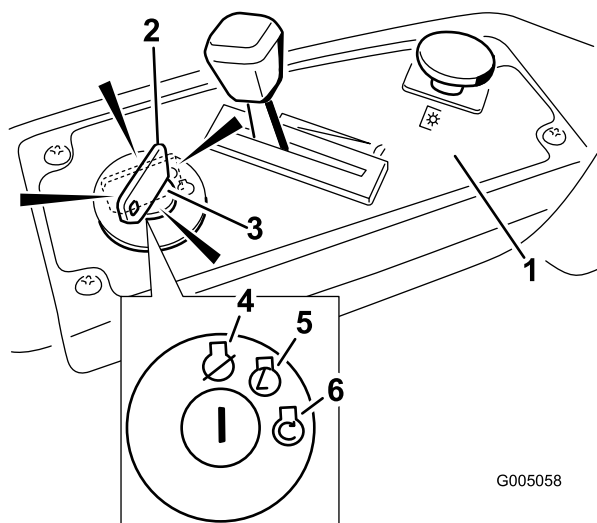

Figure 12
4. Tournez la clé de contact en position de Démarrage pour activer le démarreur. Relâchez la clé quand le moteur démarre (Figure 12).
2. Placez la manette d'accélérateur entre la position haut régime et la position à mi course (Figure 12).